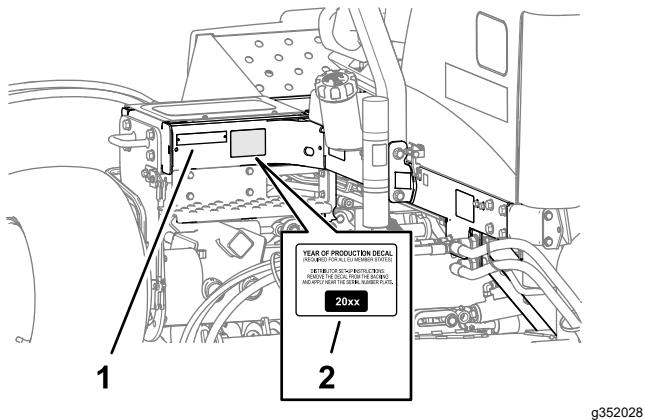

图 37
- 用酒精擦拭靠近型号/序列号牌的左机架并让机架干燥 图 37。
- 撕去生产年份标贴的背衬并将其贴到靠近序列号牌的机架上如 图 37 所示。